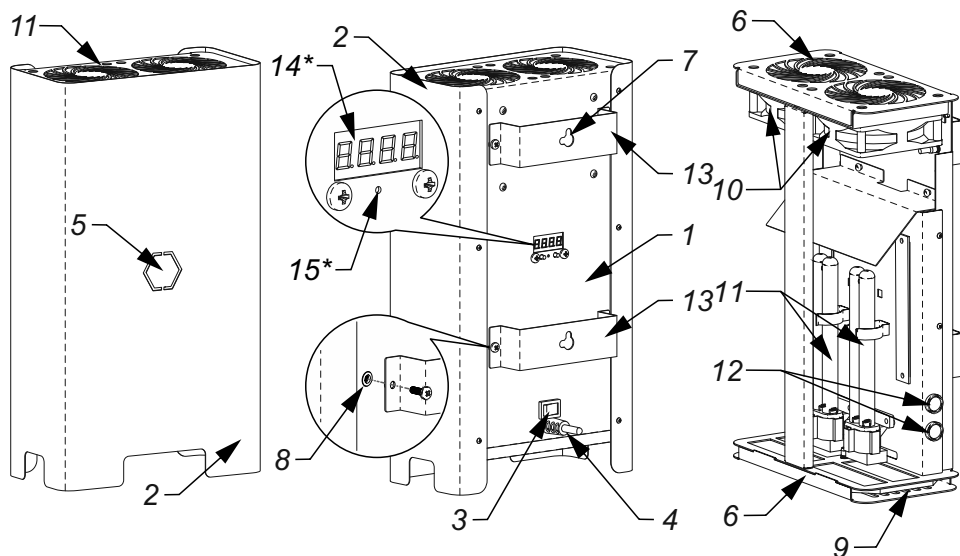
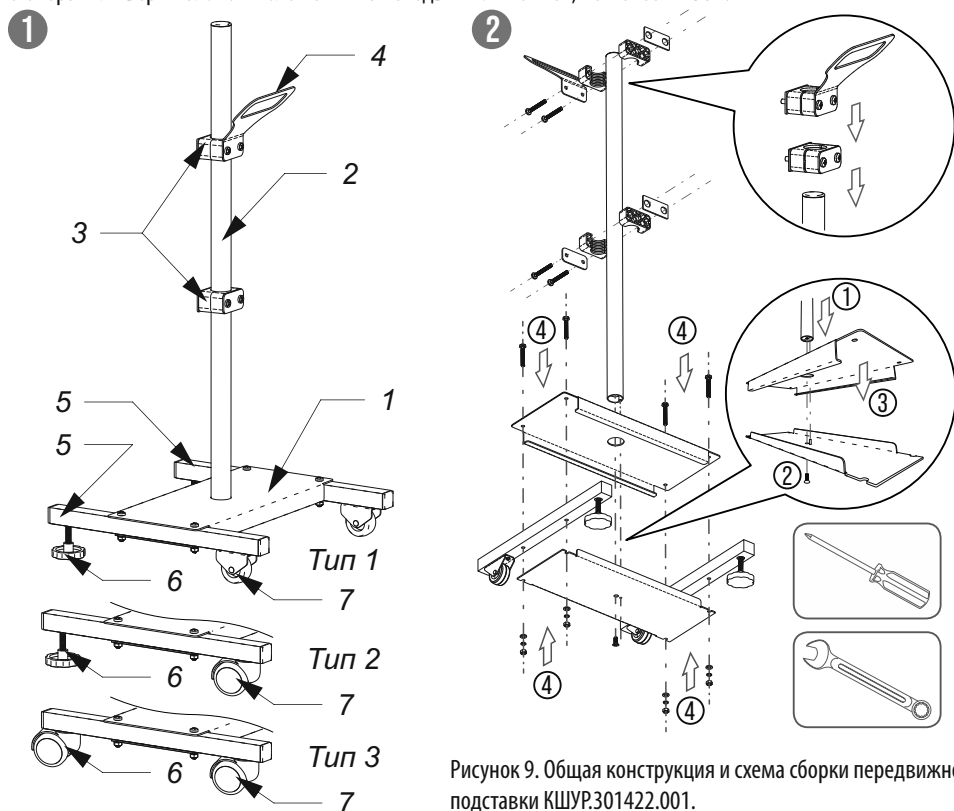
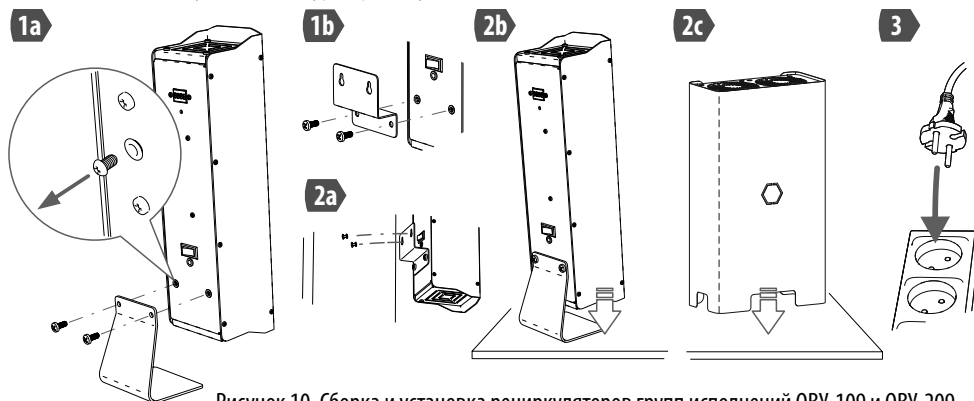
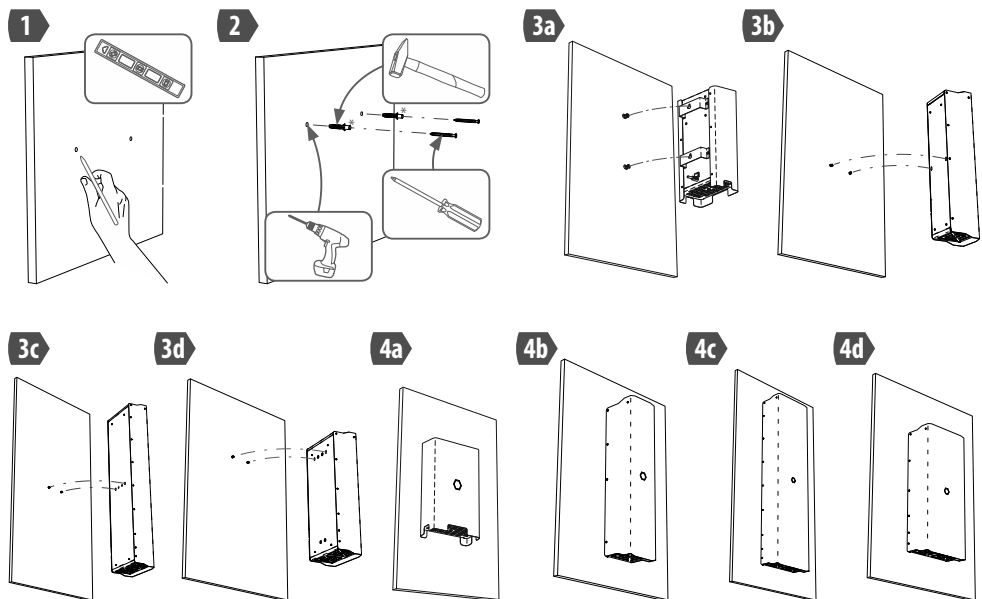

Рисунок 4. Общая конструкция облучателя-рециркулятора ОВУ-209.
Рисунок 9. Общая конструкция и схема сборки передвижной подставки КШУР.301422.001.
Рисунок 10. Сборка и установка рециркуляторов групп исполнений ОВУ-109 и ОВУ-209
Рисунок 11. Монтаж рециркуляторов групп исполнений ОВУ-209, ОВУ-115, ОВУ-215, ОВУ-315, ОВУ-515, ОВУ-130, ОВУ-230, ОВУ-330, ОВУ-430 на стене помещения
4.7.4. Сборка осуществляется согласно рис. 4 поз. 2 и паспорта передвижной подставки, идущего в комплекте поставки. При сборке передвижной подставки, сначала проденьте стойку в верхнюю пластину основания, затем закрепите опорную стойку на нижней пластине, совместите верхнюю и нижнюю пластины основания, а после этого установите балки с опорными элементами.
- 6.2. Установите подставку или кронштейн на корпус рециркулятора ОВУ-109. Для этого отверните два винта, как показано на рисунке 10 поз. 1а, совместите отверстия в подставке или кронштейне и в резьбовых заклёпках, закрутите винты обратно (см. рис.10 поз. 1а и 1б). Кронштейн на ОВУ-209 крепится к резьбовым заклёпкам (поз. 8 рис. 4), кронштейн состоит из двух одинаковых взаимозаменяемых скоб.
- 6.3. Установите рециркулятор на устойчивую горизонтальную поверхность или стену (для ОВУ-109 см. рис. 10, для ОВУ-209 см.раздел 7 и рис. 11). Допускается горизонтальное размещение на полках или иных поверхностях.
8.3. Установка на передвижную подставку производится в соответствии с технической документацией (паспортом) передвижной подставки. Установку следует производить вдвоём. Для удобства установки облучателя-рециркулятора на опору 2 (см. рисунок 9) рекомендуем предварительно произвести установку хомутов 3 (см. рисунок 10) на корпус 1 (см. рисунки 5 - 9) рециркулятора.